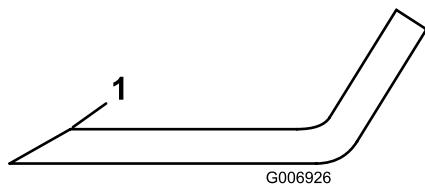

Figura 33
- Utilice una lima para afilar el filo de corte en ambos extremos de cada cuchilla (Figura 33). Mantenga el ángulo original. La cuchilla permanece equilibrada si se retira la misma cantidad de material de ambos filos de corte.